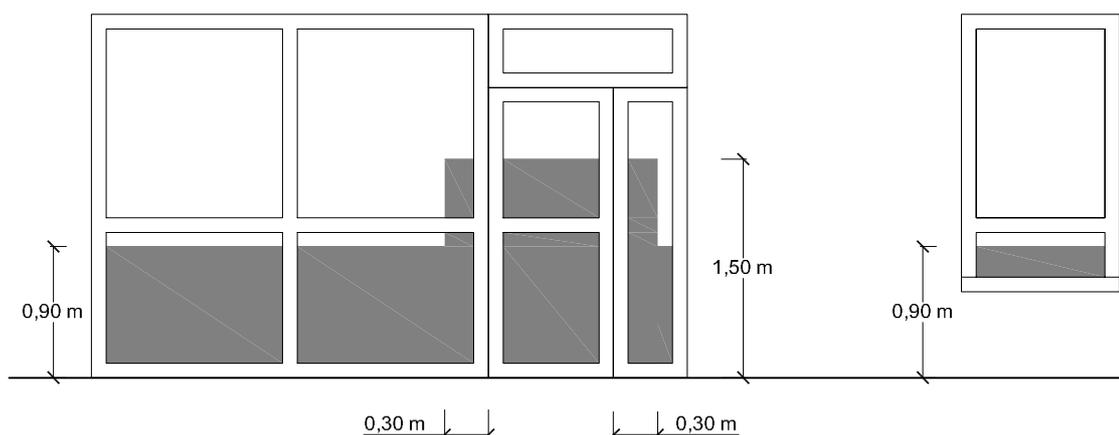

Figura 1.2 Identificación de áreas con riesgo de impacto
- Se identifican las siguientes áreas con riesgo de impacto (véase figura 1.2):